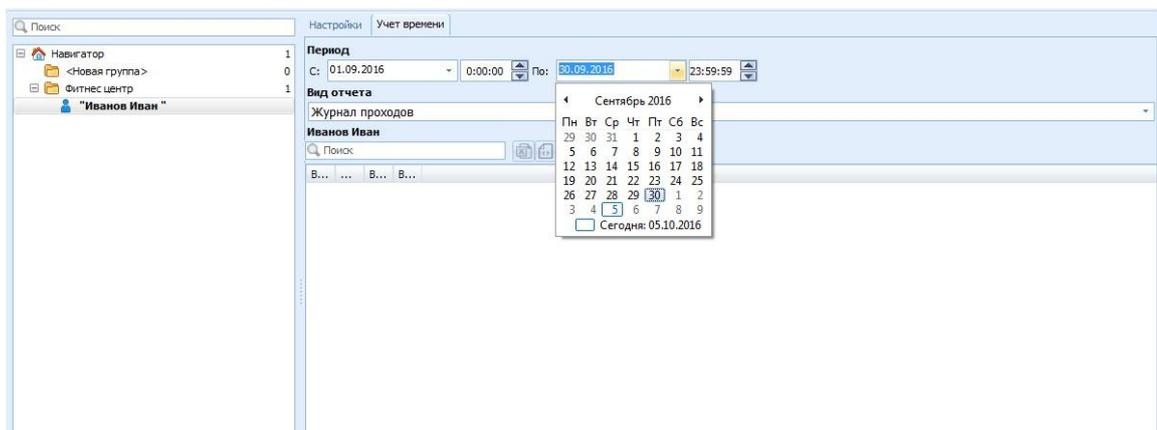

Рис. 47 Окно закладки **Учет времени**
2. Выбрать тип отчета (Рис. 47).